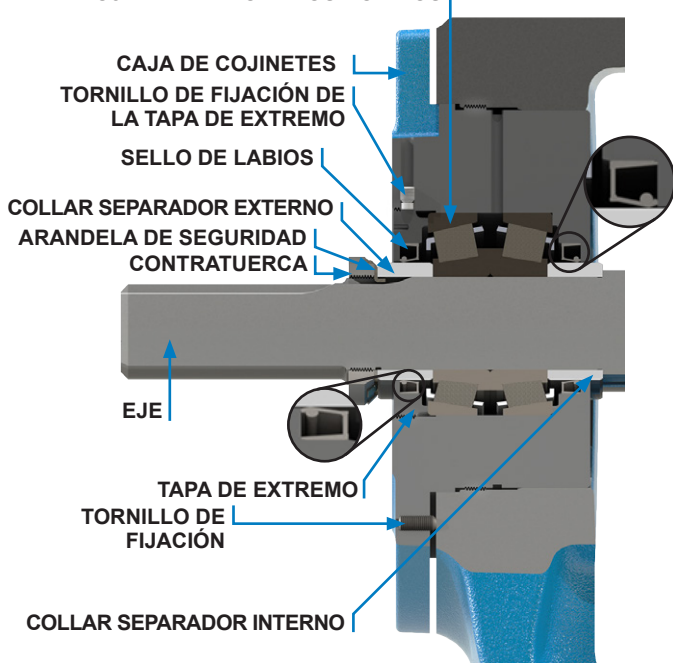

FIGURA 5
2. Afloje los dos tornillos de fijación en la cara de la caja de cojinetes (Elemento 7), consulte la **Figura 5**, y gire la caja de cojinetes en sentido antihorario para quitar el conjunto de la caja de cojinetes del bastidor (Elemento 27).
- Coloque la arandela de seguridad y la contratuerca en el eje; consulte la **Figura 5** para orientarse. Ajuste la contratuerca siguiendo la **Tabla 1** y doble una lengüeta de la arandela de seguridad hacia el interior de una ranura de la contratuerca.
- Afloje los dos tornillos de sujeción en la cara de la caja de cojinetes, consulte la **Figura 5**, y gire la caja de cojinetes en sentido antihorario para quitar el conjunto de la caja de cojinetes del bastidor.
- Afloje los dos tornillos de fijación radiales de la brida de la caja de cojinetes. Con una llave ajustable, quite la tapa del extremo exterior (Elemento 3) con sello de labios (Elemento 5) y el collar separador del cojinete exterior (Elemento 4); consulte la **Figura 5**.
7. Si está dañado, reemplace e instale el sello de labios en la caja de cojinetes. Consulte la Figura 5 para conocer la orientación del sello de labios.
8. Llene con grasa los cojinetes de rodillos cónicos, y presione o empuje los cojinetes hacia el interior de la carcasa con los extremos grandes de los anillos de rodadura interiores juntos. Es posible que los cojinetes se instalen incorrectamente. Para ver el montaje correcto, consulte la **Figura 5**.
9. Si está dañado, reemplace e instale el sello de labios en la tapa de extremo. Consulte la **Figura 5** para conocer la orientación del sello de labios. Enrosque la tapa de extremo en la caja de cojinetes junto con el collar separador del cojinete exterior y, luego, ajústelo contra el cojinete.
10. Trabe la tapa de extremo en su lugar con dos tornillos de fijación en la brida de la caja de cojinetes; consulte la **Figura 5**.
2. Afloje los dos tornillos de fijación en la cara externa de la caja de cojinetes (consulte la **Figura 5, página 6**) y gire este conjunto de cojinete de empuje en sentido horario hasta que ya no pueda girarlo a mano. Afloje la caja de cojinetes en sentido antihorario hasta que el eje y el rotor se puedan girar a mano, pero con una resistencia notable.